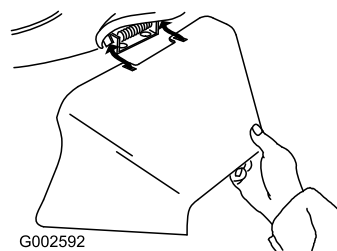

Figura 32
3. Instale el conducto de descarga lateral y cierre la puerta sobre el conducto (Figura 32).